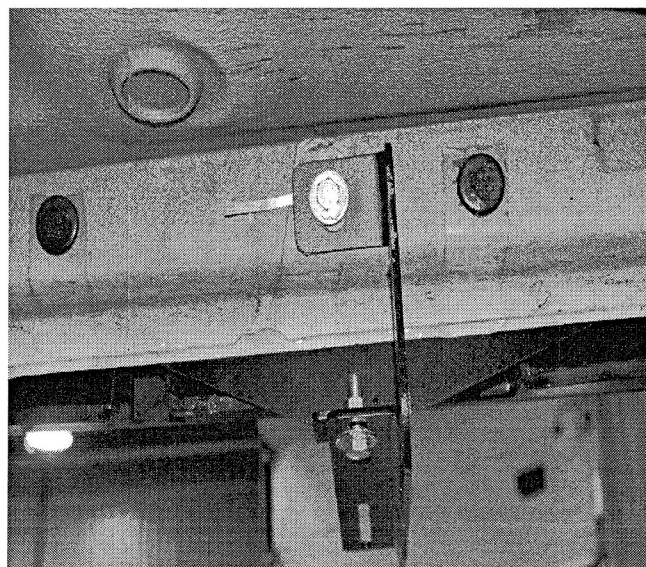

Рис. 2
11. При помощи болта M8x30 и гайки M8 стянуть между собой опору среднюю и кронштейн средний (рис.2).